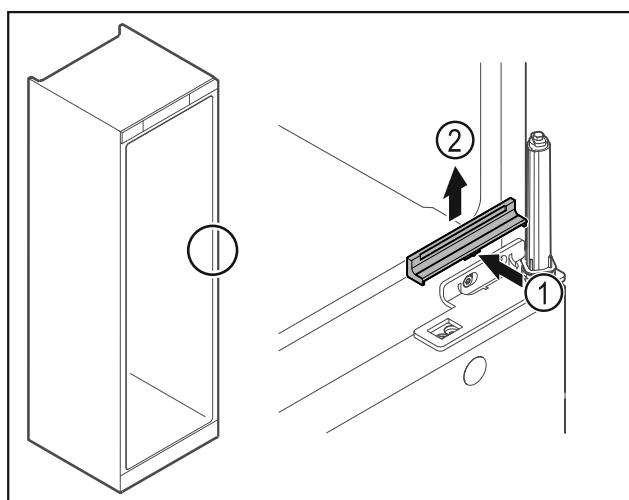

Fig. 33
- ▶ Appuyer légèrement sur le centre du cache Fig. 33 (1) et le retirer par le haut Fig. 33 (2).